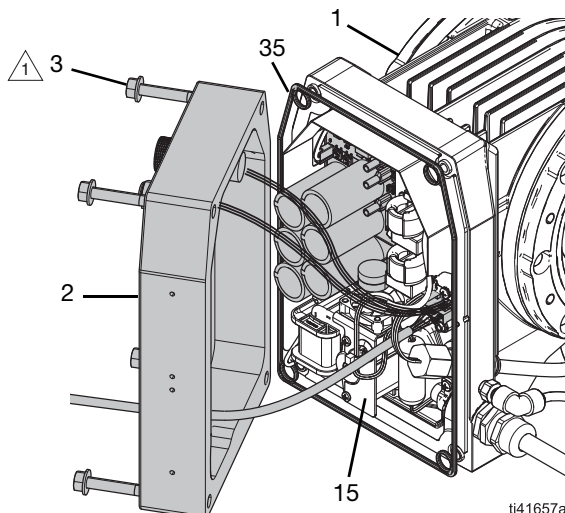

Fig. 2 : Couvercle de commande
3. Retirer prudemment le couvercle de commande (2) :
- a. faire basculer avec précaution le couvercle de commande (2) pour l'éloigner de la carte de commande (15). Voir la Fig. 2.
- b. Débrancher tous les fils du couvercle de commande (2) à la carte de commande (15). Voir **Schémas électriques**, page 44.
3. Installer le couvercle de commande (2) :
- a. Maintenir soigneusement le couvercle de commande (2) en place à un angle près de la carte de commande (15). Voir la Fig. 2.
- c. Connecter les fils du couvercle de commande (2) à la carte de commande (15). Voir **Schémas électriques**, page 44.